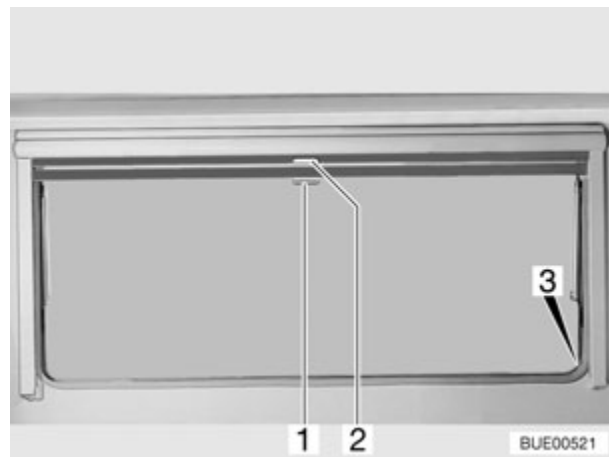

Fig. 35 Ventana abatible
- Tirar del asidero (Fig. 35,2) de la persiana oscurecedora enrollable hacia abajo. Cuando la persiana oscurecedora enrollable se cierre por completo, encajarla en el bloqueo (Fig. 35,3) a ambos lados del marco de la ventana.
- Cuando la persiana oscurecedora enrollable está completamente cerrada: Presionar el tirador (Fig. 35,2) hacia abajo y tirarlo ligeramente hacia dentro. Desenganchar la persiana oscurecedora enrollable de los bloqueos a izquierda y derecha del marco de la ventana.
- Tirar hacia abajo de la mosquitera enrollable (Fig. 35,1) y engancharla en el bloqueo (Fig. 35,3) a ambos lados del marco de la ventana.
- Presionar el tirador (Fig. 35,1) hacia abajo y tirarlo ligeramente hacia dentro. Desenganchar la mosquitera enrollable del bloqueo a izquierda y derecha del marco de la ventana.